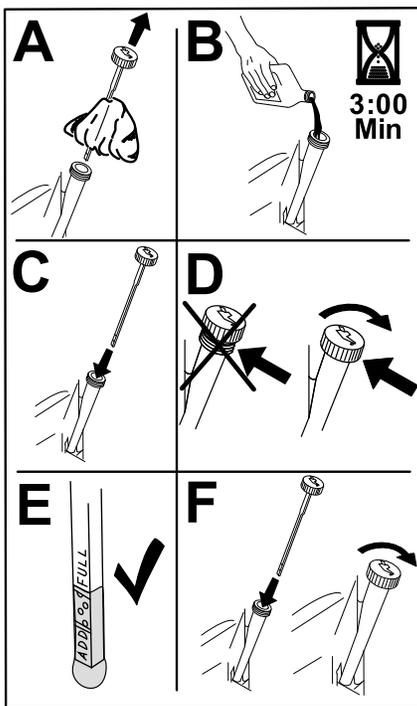

Bild 44
5. Gießen Sie langsam ungefähr 80 % der angegebenen Ölart in den Einfüllstutzen und füllen Sie dann vorsichtig mehr Öl ein, um den Ölstand an die Voll-Markierung zu bringen (Bild 44).